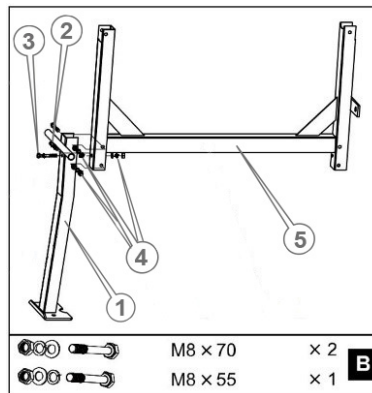

Рисунок 4. Схема встановлення опорної стійки на раму моделей «БМ-125-ЗНН», «БМ-140-ЗНН».
2. Закріпити опорну стійку до рами болтами (рис. 4).